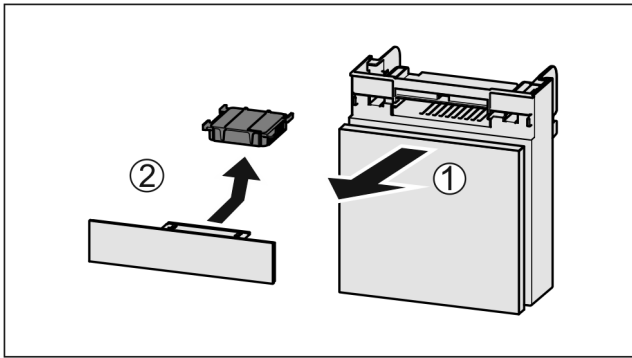

Fig. 142
- ▶ Trekk ut Fig. 142 (1) hyllen fremover.
- ▶ Ta ut Fig. 142 (2) aktivkullfilteret.